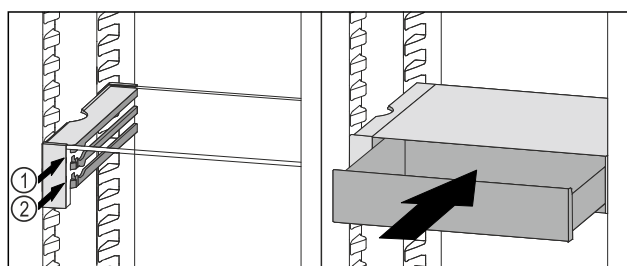

Fig. 246
- Posizionare il cassetto VarioSafe dietro i tappi sulla nervatura desiderata Fig. 246 (1) o Fig. 246 (2).